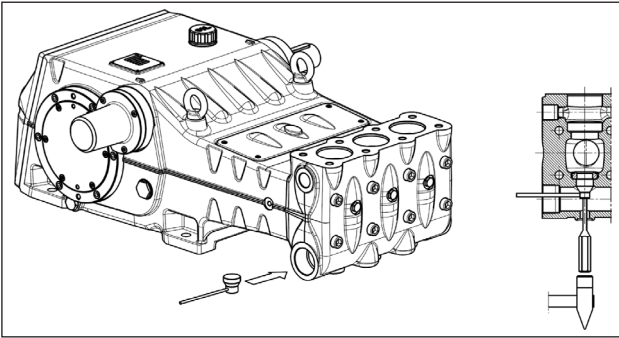

Fig. 113
S'il s'avère difficile d'extraire le groupe de la soupape d'aspiration (par exemple, à cause de la présence d'incrustations dues à un arrêt prolongé de la pompe), utiliser l'extracteur réf. 27516200 (pour LK36-LK40-LK45) ou réf. 27516300 (pour LK50-LK55-LK60) (rep. ①, Fig. 113) et agir selon les indications.